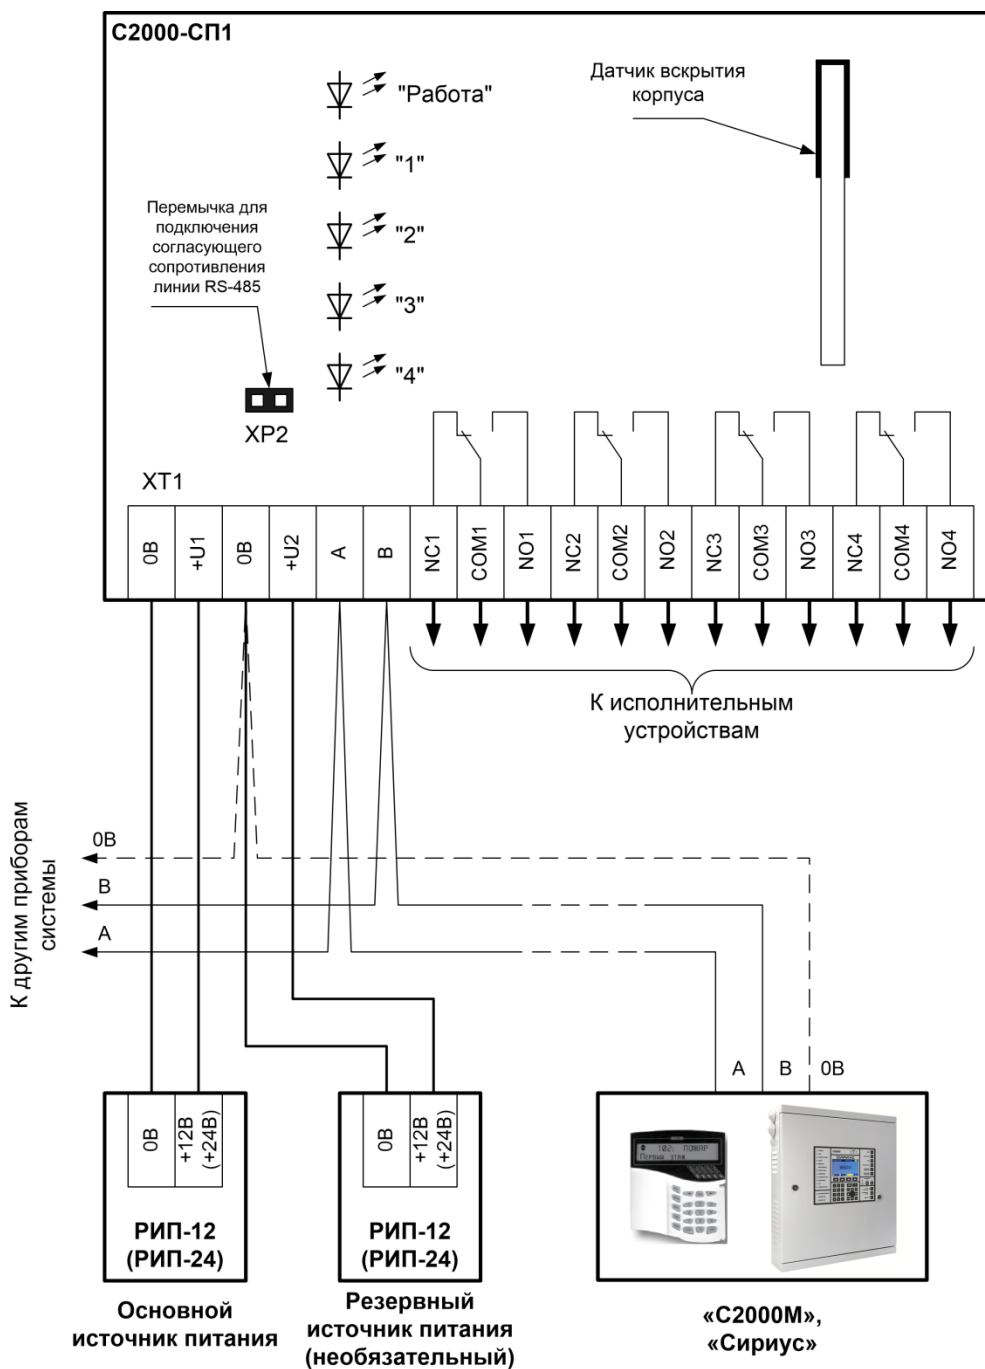

Рисунок 2.2.4.1. Типовая схема внешних соединений блока.
- б) Если блок не является последним в линии интерфейса RS-485, удалите перемычку XP2, расположенную на плате блока (см. рис. 2.2.4.1).